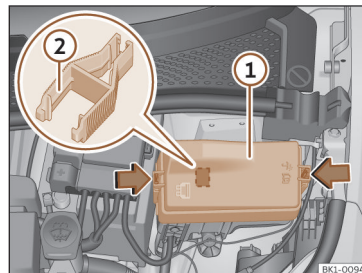

Abb. 181 Im Frontraum: Abdeckung des Sicherungskastens.
- Verriegelungstasten drücken, um die Abdeckung des Sicherungskastens >>> (Abb. 181) ① zu entriegeln.
Im Sicherungskasten befinden sich möglicherweise Kunststoffklammern zum Herausziehen der Sicherungen >>> (Abb. 181) ②.